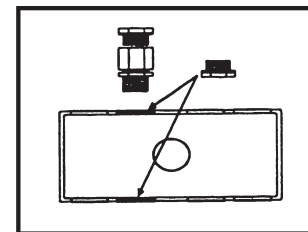

Fig. 1 :
- 3 Praticare fori di ingresso per i cavi nella cassetta di plastica o di metallo aprendo i relativi fori ciechi (vedere fig. 1).